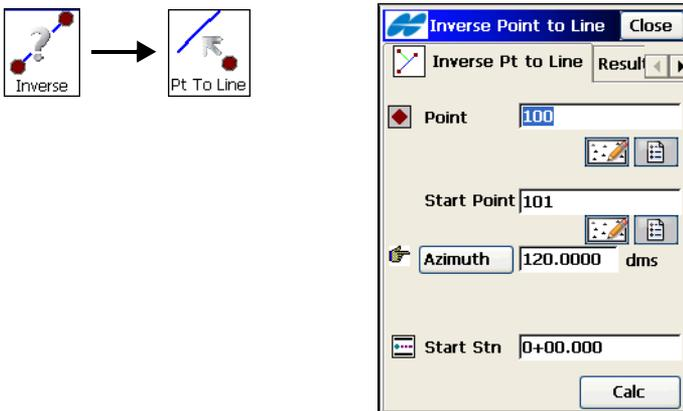

Abbildung 10-3. Berechnen des Lotfußpunktes
1. Wählen Sie den Punktnamen und die Linie (über Startpunkt, Azimut und Anfangsstationierung) (Abbildung 10-3) im Fenster *Punkt auf Linie* (Abbildung 10-3) aus.